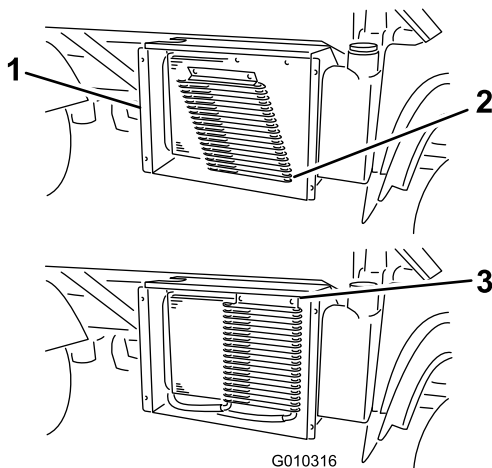

図 69
6. ラッチを外し、オイルクーラを装備している場合にはそれを倒してラジエーターから遠ざける 図 69。